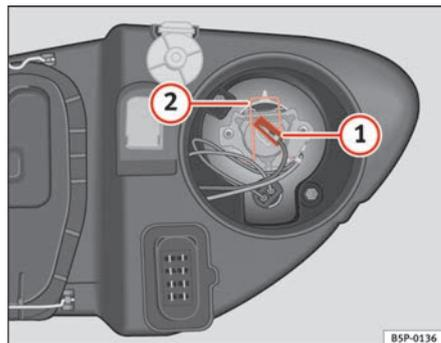

Fig. 167 Feux de route
- Retirez le connecteur ⇒ fig. 167 ① de la lampe.
- Appuyez sur le ressort ⇒ fig. 167 ② vers l'intérieur et vers la droite.